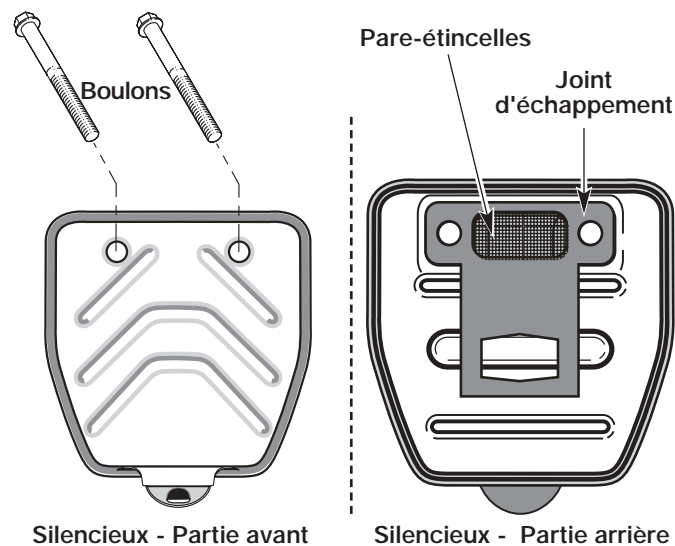

Fig. 28
2. Repérez le devant du silencieux et les deux (2) boulons qui le retiennent au moteur (Fig. 28). Retirez les deux (2) boulons à l'aide d'un tournevis à lame plate, d'une douille de 5/16 po ou d'un tourne-écrou. Retirez le silencieux du moteur.
3. Retournez le silencieux vers l'arrière et repérez le joint d'échappement. Retirez le joint du silencieux (Fig. 28).
7. Placez le joint d'échappement contre l'arrière du silencieux. Alignez les trous de boulon du joint d'échappement avec les trous de boulon du silencieux. Tout en maintenant le joint d'échappement en place, insérez les boulons sur le devant du silencieux (Fig. 28).